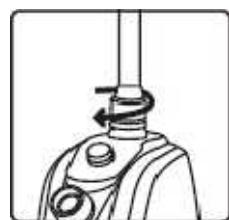

fig.8
4. Enrosque al máximo el tornillo de fijación de la varilla en su lugar inicial y asegúrese de que la varilla está bien fijada a la base. (fig.8)